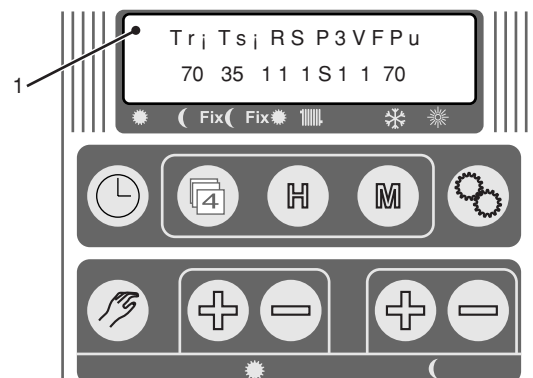

fig.7
Premendo in contemporaneo il tasto  e il tasto  sul display (1) compaiono le scritte come in (fig.7).